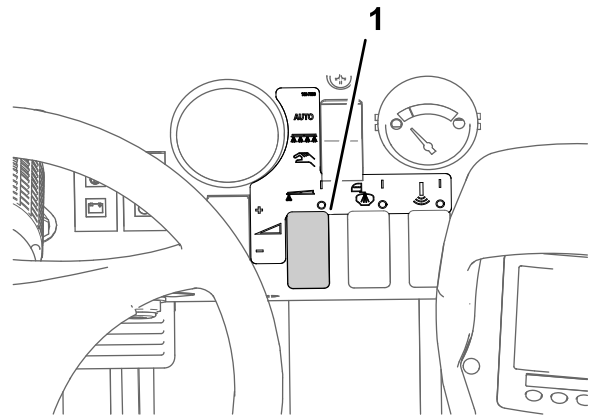

图 33
8. 使用喷洒率开关以获得随打药机提供的喷嘴选择指南里指定的喷洒压力图 33。